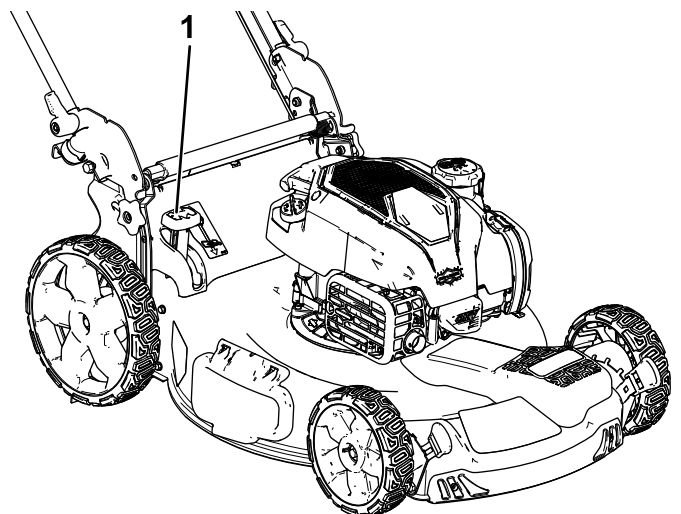

Figura 16
- **Para ensacar los recortes de hierba y hojas**, presione el botón de la palanca de ensacado a demanda y mueva la palanca hacia delante hasta que salte el botón de la palanca (Figura 16).